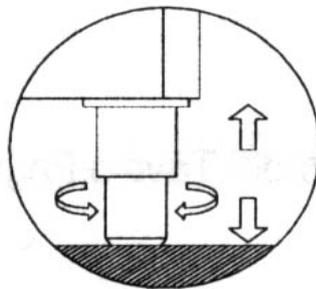

Bild 1
- Bei der Positionierung der Maschine soll man von einer Winkellibelle Gebrauch machen und eventuell die Füßchen des Metallsockels (in den Modellen mit einstellbaren Füßchen) einstellen (Bild 1)